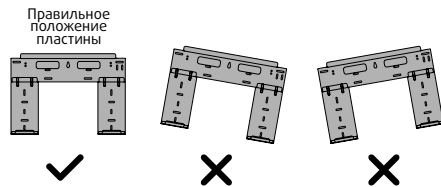

Рис. 2
- Установите монтажную пластину на стену, сохраняя горизонтальное положение и обеспечив свободное пространство вокруг (рис. 2)